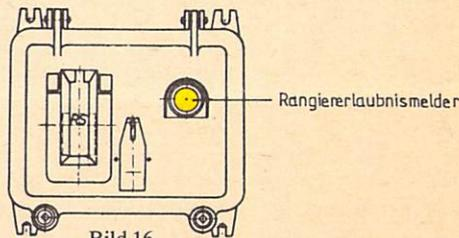

Bild 16
- (5) Durch die Automatiksperrung kann die Automatik für das Einschalten der BÜ-Sicherungseinrichtung nach Abs. 1 oder 2 gesperrt werden. **Automatiksperrung**
- (6) Die BÜ-Sicherungseinrichtung wird fahrzeugbewirkt nach dem Räumen der Zugeinwirkungsstelle am BÜ gleisbezogen ausgeschaltet. **Gleisbezogenes Ausschalten fahrzeugbewirkt**
- (7) Die BÜ-Sicherungseinrichtung kann in besonderen Fällen mit der Ausschalttaste gleisbezogen ausgeschaltet werden, wenn der BÜ nicht befahren wird. **mit der Ausschalttaste**
- (8) Die BÜ-Sicherungseinrichtung kann auch mit der Hilfsausschalttaste gleisbezogen ausgeschaltet werden. Diese Hilfsbedienung wird durch ein Zählwerk registriert. Soll dabei der BÜ gesichert bleiben, so ist vor dem Ausschalten die Dauereinschalttaste zu bedienen (vgl. Abs. 10). **mit der Hilfsausschalttaste**
- (9) Wenn bei einer BÜ-Sicherungseinrichtung mit fahrzeugbewirktem Ausschalten auch der Wärter oder ein besonderer BÜ-Beobachter mitwirken muß, ist die Mitwirkttaste zu bedienen, sobald die Zug- oder Rangierfahrt den BÜ geräumt hat. **Mitwirken beim Ausschalten**
- (10) Für mehrmaliges Befahren des BÜ kann die BÜ-Sicherungseinrichtung mit der Dauereinschalttaste auf Dauer gleisneutral eingeschaltet werden. Die schützenden Signale werden dadurch aber nicht freigegeben. Das zusätzliche gleisbezogene Ein- und Ausschalten der BÜ-Sicherungseinrichtung mit Signalfreigabe ist ohne Rücknahme der Dauereinschaltung möglich. Mit der Dauereinschaltlöschttaste kann die gleisneutrale Dauereinschaltung wieder zurückgenommen werden. **Gleisneutrales Ein- und Ausschalten auf dem Stellisch**
- (11) Für mehrmaliges Befahren des BÜ durch Rangierfahrten kann die BÜ-Sicherungseinrichtung auch mit dem Rangierschalter am BÜ (vgl. Bild 16) auf Dauer gleisneutral eingeschaltet werden. Sie kann nur durch Zurückdrehen des Schlüssels wieder ausgeschaltet werden. **am BÜ**
- (1) Die BÜ-Sicherungseinrichtung wird durch Bedienen der Einschalttaste und der zugehörigen Gleistaste gleisbezogen eingeschaltet. Diese Bedienung ist erforderlich, wenn sie nicht zugbewirkt nach § 5 Abs. 1 oder fahrstraßenbewirkt nach § 5 Abs. 2 eingeschaltet wurde. Der BÜ gilt für eine Fahrstraße als gesichert, wenn der zur Fahrstraße gehörende Bahnübergangsfreimelder gelbes Ruhelicht zeigt. Danach wird bei einer Zugstraße das schützende Hauptsignal, bei einer Rangierstraße das schützende Sperrsignal freigegeben.
- (2) Die BÜ-Sicherungseinrichtung wird durch Einstecken, Herumdrehen und Zurückdrehen des Schlüssels DB 21 in der Hilfseinschalttaste am BÜ gleisbezogen eingeschaltet. Es darf nur die Hilfseinschalttaste am befahrenen Gleis bedient werden.
- (3) Die BÜ-Sicherungseinrichtung wird durch Bedienen der Dauereinschalttaste und der Bahnübergangstaste gleisneutral eingeschaltet. Die Dauereinschalttaste darf für Zug- oder Rangierfahrten bedient werden, wenn die BÜ-Sicherungseinrichtung für eine unmittelbar folgende Fahrt eingeschaltet bleiben soll; sie ist in diesem Fall zu bedienen, bevor der erste Zug oder die Rangierabteilung den BÜ geräumt hat.
- (4) Die BÜ-Sicherungseinrichtung wird durch Einstecken und Herumdrehen des Schlüssels im Rangierschalter am BÜ gleisneutral eingeschaltet. Der BÜ darf erst befahren werden, wenn der Rangiererlaubnismelder gelbes Ruhelicht zeigt (vgl. Bild 16). Der Schlüssel bleibt solange im Rangierschalter umgedreht, wie der BÜ gesichert bleiben muß.